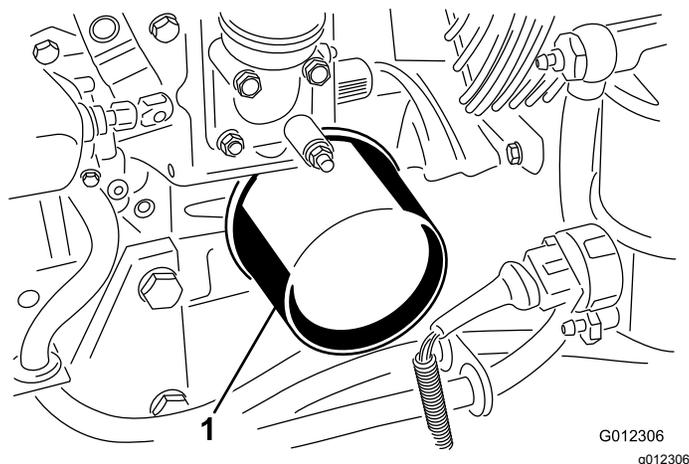

Bild 39
3. Entfernen Sie den Ölfilter (Bild 39).